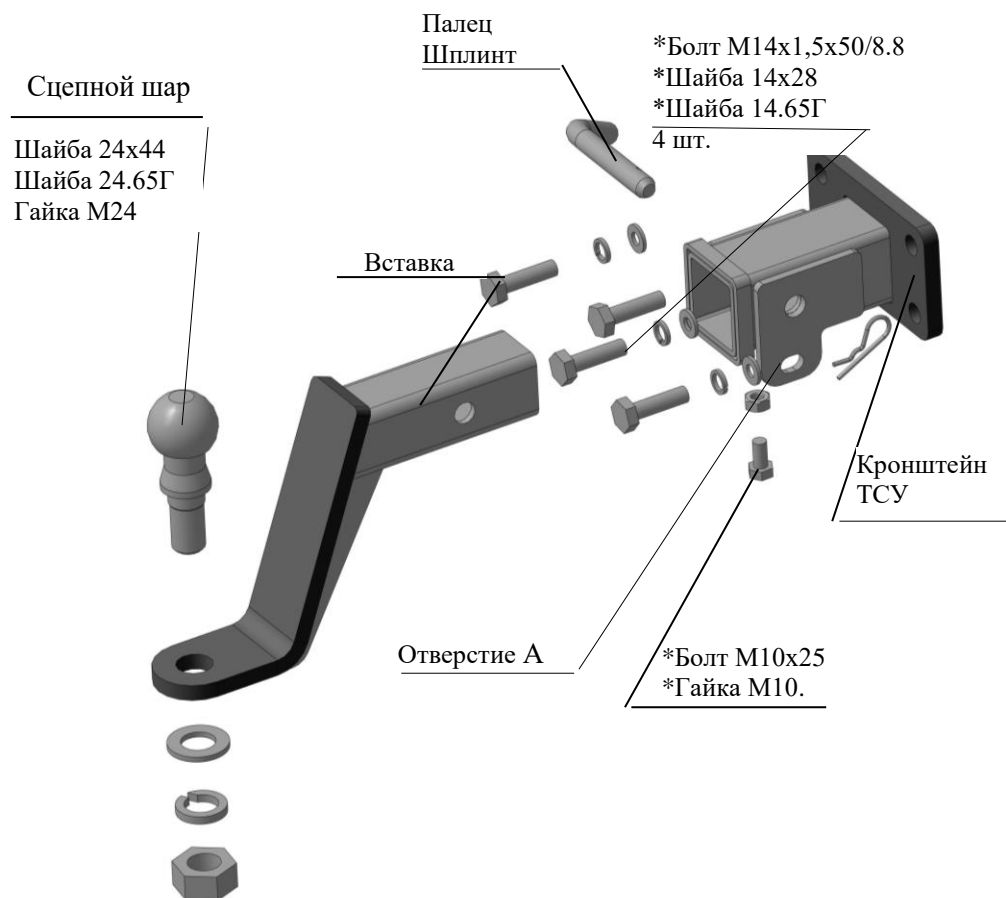

Рис.1 Тягово-сцепное устройство ТСУ 8123.
2.1 ТСУ 8123 в сборе (рис.1)	1 шт.
2.2 Пакет с комплектующими (см. рис.1)+защитный колпак	1+1 шт.
4.3 Вставить в кронштейн вставку и закрепить пальцем и шплинтом (предварительно затянув крепеж сцепного шара как показано на рис.1 с помощью гайковерта)